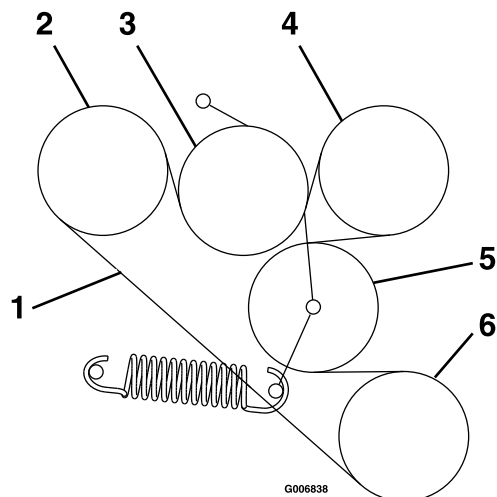

Figure 59
6. Acheminez la courroie neuve sur les poulies comme montré sur l'autocollant situé au dos de la protection d'entraînement gauche (**Figure 59**).